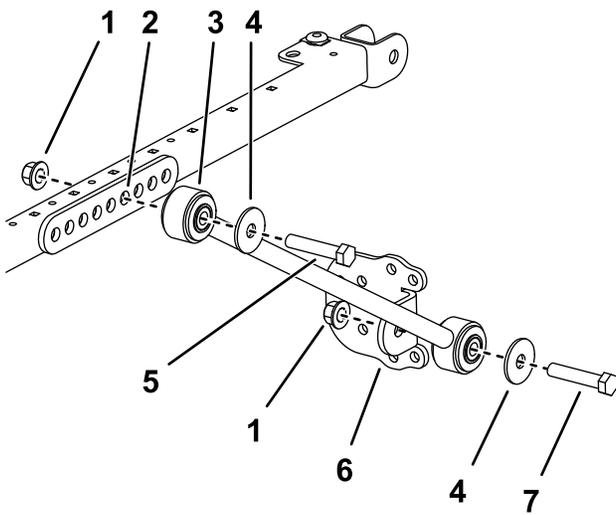

Figure 18
- De chaque côté du cadre du pare-soleil, fixez légèrement une extension dans le quatrième trou du support du renfort à l'aide de 2 boulons (1/2" x 2 3/4") et 2 écrous à embase (1/2"), comme montré à la Figure 18.
11. Fixez légèrement un support à chaque renfort à l'aide d'un boulon (1/2" x 2 1/2"), d'une rondelle (1/2") et d'un écrou à embase (1/2"), comme montré à la Figure 18.